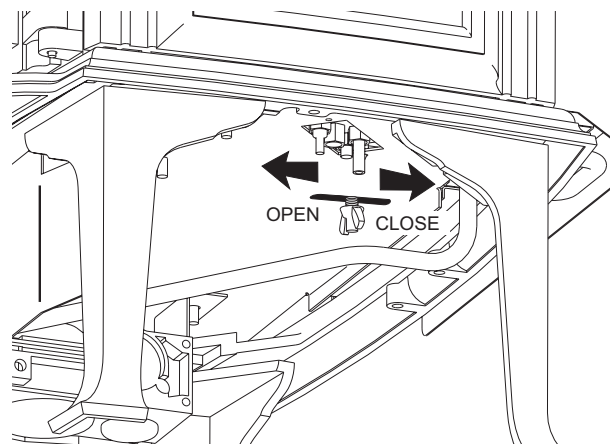

Figure 26. Réglage de l'obturateur d'air
18. Régler l'obturateur d'air: Remplacer le disque d'étanchéité et la rondelle d'aile sur la tige de l'obturateur. Voir fig. 26. En poussant la tige de l'obturateur vers l'arrière, vous limitez l'air au brûleur. Tirer l'obturateur vers l'avant augmentera l'air. Réglez la tige à mi-course dans sa course de réglage. Vous devrez expérimenter pour trouver le meilleur réglage pour votre installation particulière. L'obturateur est réglé à mi-course en usine.
IL NE DOIT PAS Y AVOIR DE FUMÉE NI DE SUIE. S'IL Y EN A, VÉRIFIEZ LA POSITION DES BÛCHES. SI LA SUIE OU LA FUMÉE PERSISTE, L'OBTURATEUR D'AIR PEUT NéCESSITER UN AJUSTEMENT. Voir la section «Apparence des flammes/Réglage de l'obturateur d'air» de ce manuel, pour régler et ajuster correctement l'obturateur d'air. Note: Plus le conduit d'évacuation comporte de déviations, plus l'obturateur d'air nécessitera un ajustement. Voir fig. 26.